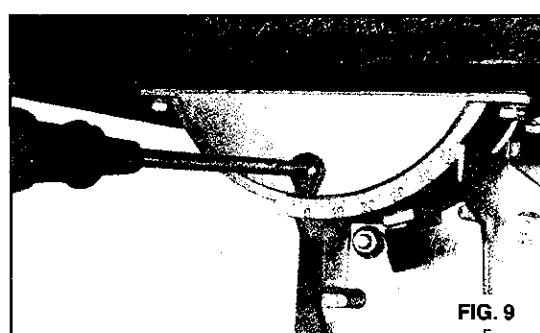

FIG. 9
d. Bloquear el tablero dentro de posición y chequear que el indicador lee cero grado sobre el lado de muñón de tablero más bajo. Soltar el tornillo asegurando el indicador y resetearlo si es necesario para dar a cero grado. (Ver Fig. 9)